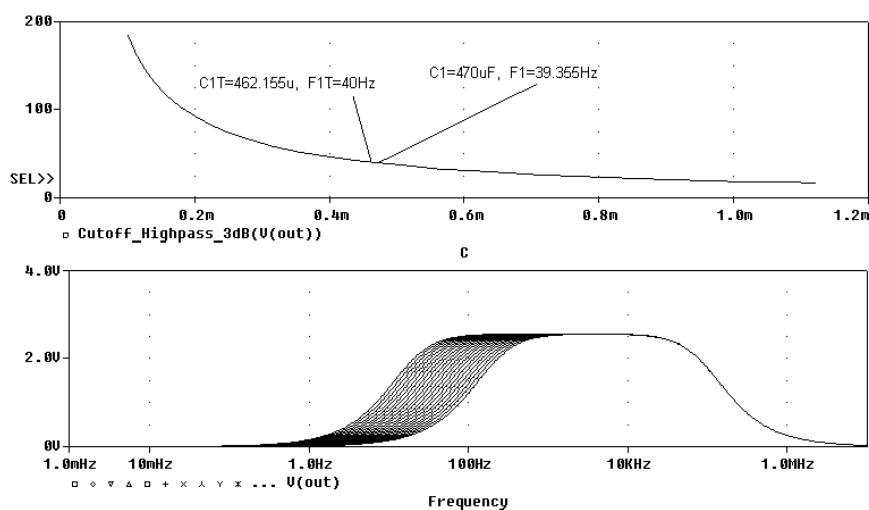

Рис. 5.1. Графики зависимостей F1(C1) и V(out) от частоты при вариации емкости конденсатора C1
конденсатора C1T, обеспечивающее заданную в таблице 5.1 нижнюю границу F1 полосы пропускания. Например, чтобы найти точное значение C1T, при котором F1= F1T=40Гц, необходимо ввести команду поиска **sflc(40)** в окошке **Trace/Cursor/Search Commands**. Нанесите метку на график (кнопка **Mark Label**) и отредактируйте её (Рис. 5.1).
9. Подберите ближайшее из стандартного ряда емкостей для найденного точного значения емкости C1 (см. Приложение, п.4) и в режиме курсора введите команду поиска **sfxv(<F1>)**, где вместо <F1> надо вставить найденное стандартное значение емкости. Нанесите метку на график и отредактируйте её, как на Рис. 5.1. Сохраните содержимое экрана в заготовке отчета.
4. График зависимости нижней границы полосы пропускания усилителя от величины емкости C1 (Рис. 5.1).